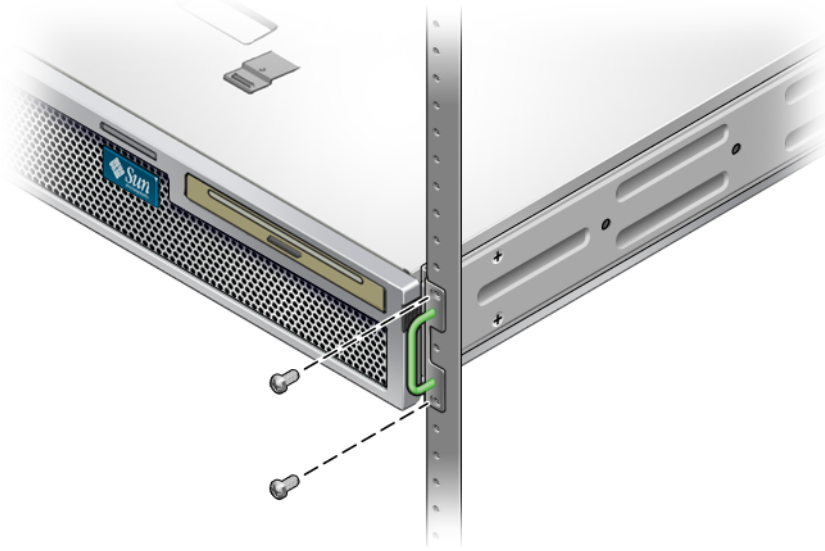

FIGURE 3-4 Fixation de la partie avant du serveur au rack
7. À l'aide de deux vis par côté, fixez la partie avant des supports de montage fixe attachés sur les côtés du serveur à l'avant du rack (FIGURE 3-4).